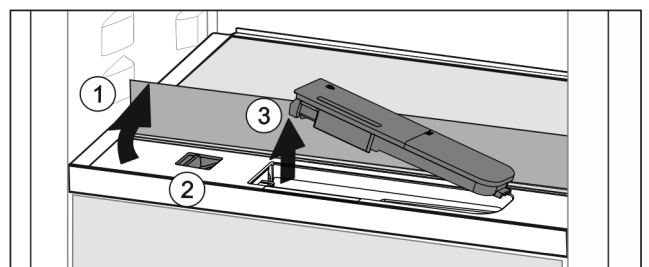

Fig. 114
- ▶ Levante la plancha de cristal y pliéguela hacia detrás hasta que haga tope *Fig. 114 (1)*.
- ▶ Desplace el control deslizante *Fig. 114 (2)* hacia la izquierda.
- ▶ Retire el depósito de agua *Fig. 114 (3)*.